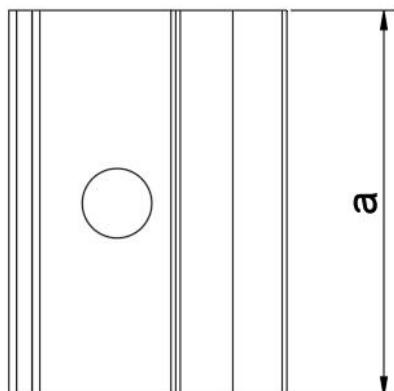
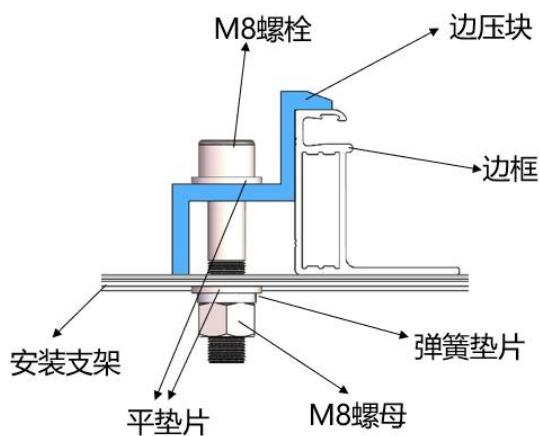
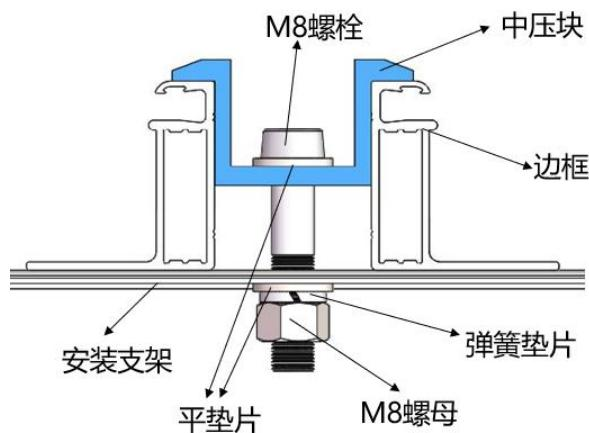

图 7 边压块俯视图
图 11 边压块安装示意图
图 12 中压块安装示意图
- ⑥ 图 7~10 为压块示意图，图 11、图 12 所示为压块安装示意图。压块的尺寸为 $a \geq 50 \text{ mm}$, 厚度 $\geq 4\text{mm}$, 与边框保持重叠宽度 $d \geq 10\text{mm}$; 或者 $a \geq 60\text{mm}$, 厚度 $\geq 3\text{mm}$, 与边框保持重叠宽度 $d \geq 8\text{mm}$ 。在保证组件可靠安装的前提下可以变更压块截面，但任何尺寸的压块安装时都不能超出边框接触玻璃。
- ⑦ 2384*1303mm 及以上尺寸组件仅适用于 $a \geq 60\text{mm}$ 压块尺寸。
- ⑧ 当螺栓和螺丝为 8.8 等级时，推荐收紧扭矩为 $17\sim23\text{N}\cdot\text{m}$ 。